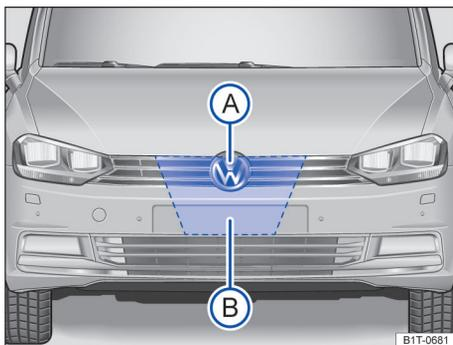

图 152 VW 标志后方的散热器格栅内：雷达传感器 (A) 和雷达传感器周围需要空出的区域 (B)
为探测交通情况，VW 标志后方的散热器格栅内安装有一个雷达传感器→图 152 (A)。因此可识别最远约 100 m 的前车。